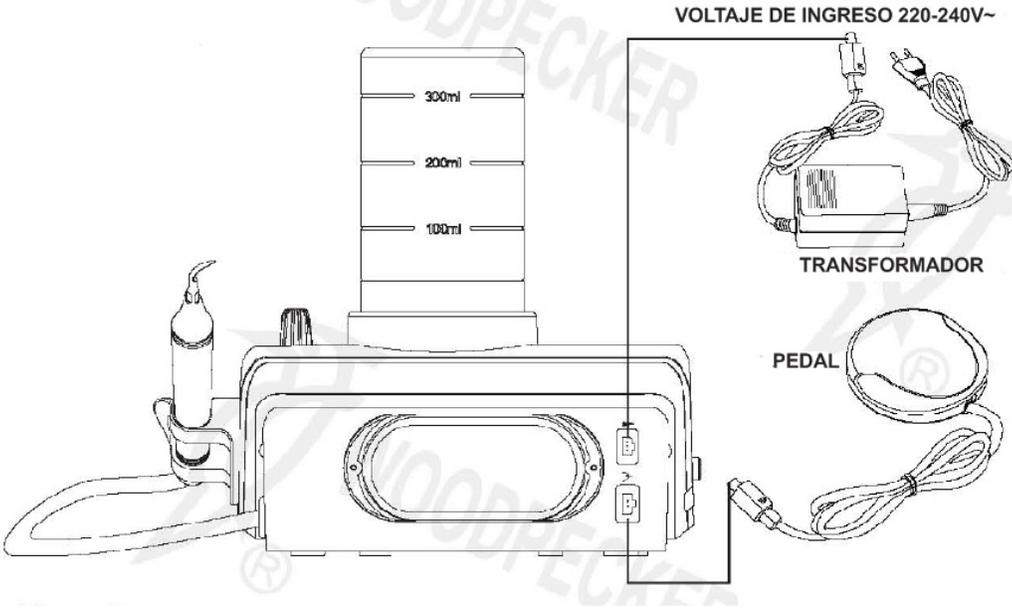

Figura 3
- c) Enchufar el interruptor del pedal en su conector (Ver figura 3).